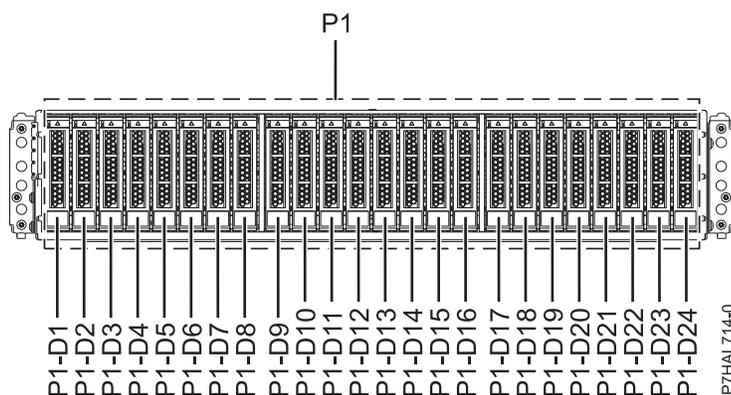
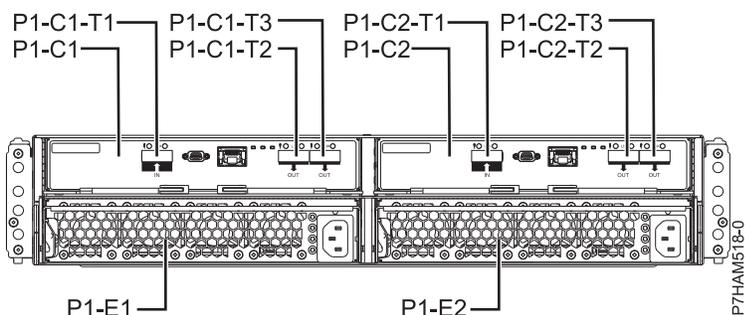

Figure 38. Vue avant du boîtier d'unité de disque 5887 illustrant les emplacements des unités de disque
Figure 39. Vue arrière du boîtier d'unité de disque 5887
3. Identifiez le composant et le boîtier sur lesquels vous souhaitez intervenir. Les emplacements des unités de disque et des unités SSD sont situés à l'avant du boîtier. La figure 38 et la figure 39, à la page 41 illustrent les vues avant et arrière du boîtier ainsi que les emplacements des unités de disque dans le boîtier.